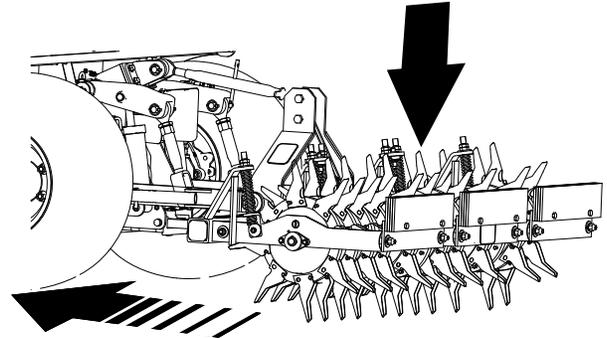

Figura 23
- Com o controlo de 3 pontos ou hidráulica remota da unidade de tração, desça lentamente o arejador enquanto a unidade de tração se move lentamente para a frente (Figura 23).